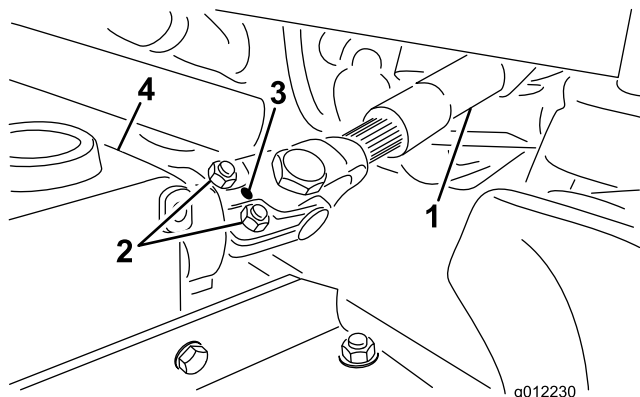

Figura 4
- A. Retire o pino de segurança da culatra da extremidade e eixo da transmissão (Figura 4).
- B. Desaperte os (2) parafusos e porcas de bloqueio (Figura 4).
- C. Prenda a culatra da extremidade do veio propulsor da tomada de força ao pino de segurança (Figura 4).
- D. Aperte as porcas de bloqueio para prender a culatra da extremidade ao veio da caixa de velocidades (Figura 4). Aperte as porcas de bloqueio com uma força de 20 a 25 Nm.